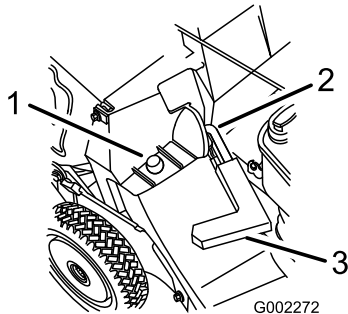

Figura 24
2. Asegúrese de que el tirador de la puerta de descarga está totalmente hacia adelante y que la clavija está situada en el cierre (Figura 24).
3. Coloque el agujero del marco de la bolsa sobre el poste de retención en el conducto de descarga (Figura 24).
2. Levante el tirador de la puerta de descarga y muévelo hacia adelante para que la clavija entre en el cierre (Figura 24).